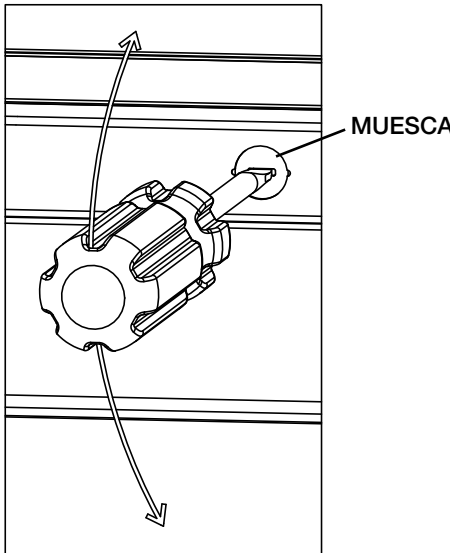

FIG. 3
- Sostenga el artefacto en la ubicación de montaje deseada y atornille los tornillos de montaje dentro de la superficie del gabinete hasta que el artefacto esté seguro. Si los tornillos son difíciles de instalar, marque los agujeros y perfore agujeros piloto de 1/16” máximo. (ref. FIG. 3)